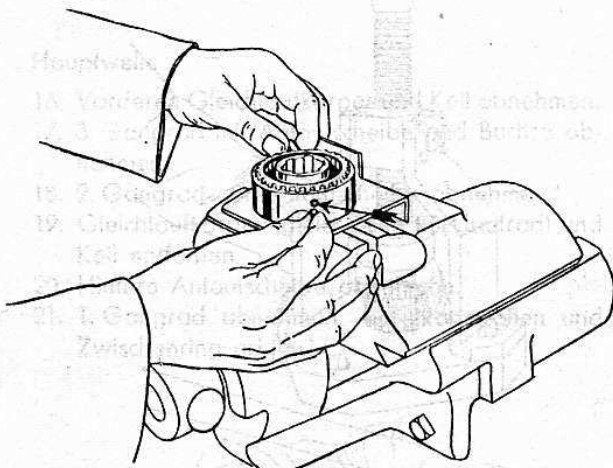

Bild 108
13. Zusammenbau des Gleichlaufkörpers mit Einbauvorrichtung (Wst 1541/2) (Bild 108, 109 und 110). Länge der Druckfedern 13,5 mm.